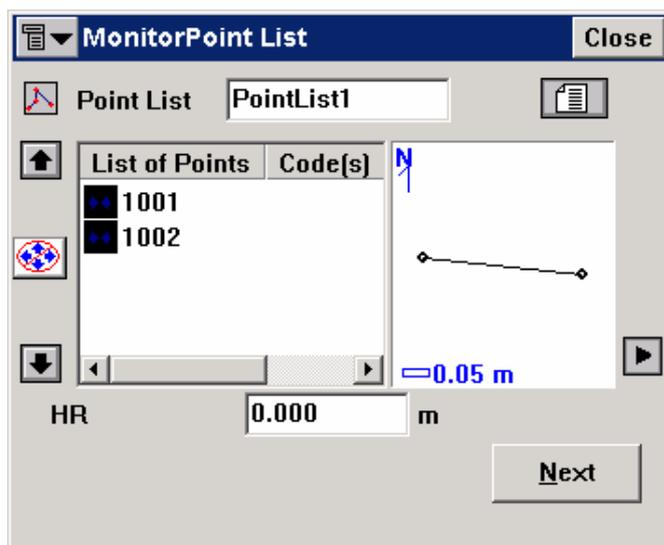

Рисунок 6-57. Список точек мониторинга
3. Чтобы открыть окно **Monitor Pointlist (Список точек мониторинга)**, используемое для загрузки необходимого списка точек, выберите меню **Survey > Monitor (Съемка > Мониторинг)** (рис. 6-57 на стр. 6-42).